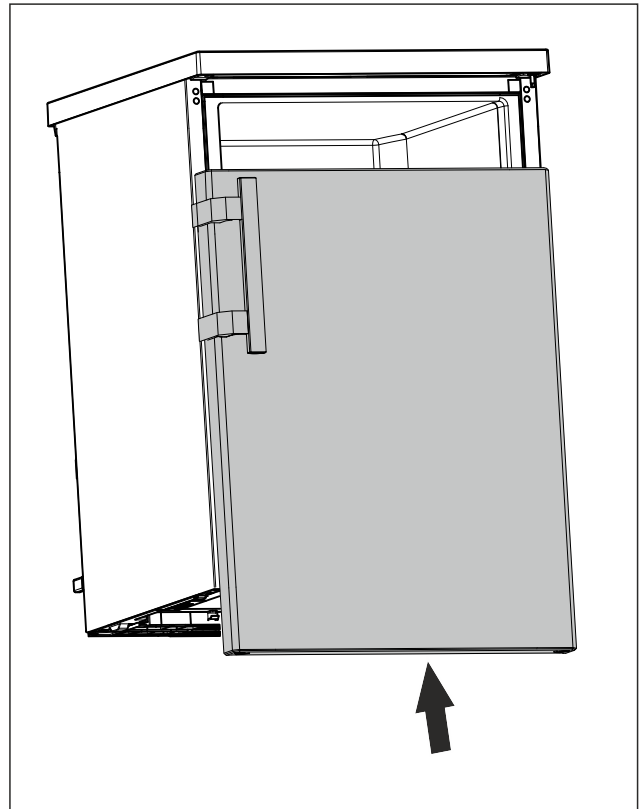

Fig. 15
- ▶ Futni derën në gjendje të mbyllur në bulonin e sipërm. (shihni Fig. 15)